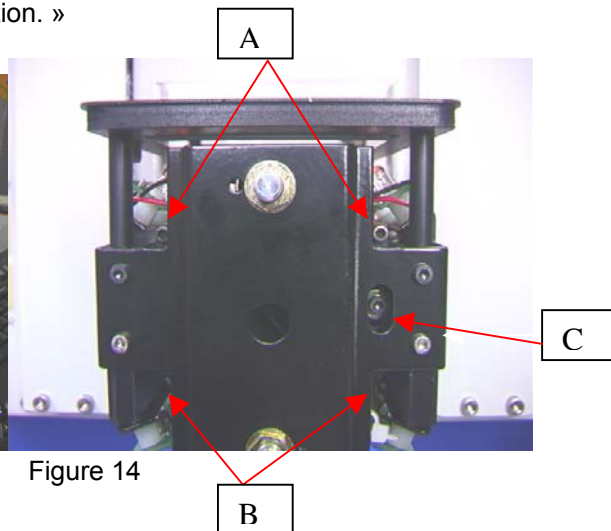

Figure 14
14. Déposez les quatre vis (2 de chaque côté) de la plaque métallique recouvrant la caméra (Figure 14)